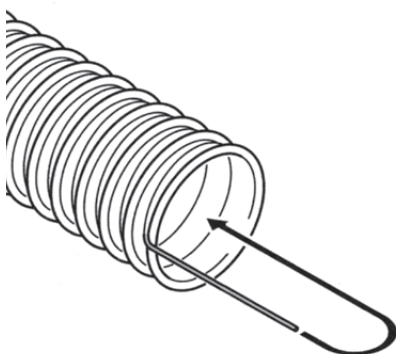

Fig. 13 Dénudage des torons de mise à la terre et pliage vers l'intérieur du tuyau
- ▶ Dénuder les torons de mise à la terre des extrémités de tous les tuyaux sur une longueur d'env. 5 cm et les courber vers l'intérieur du tuyau – Fig. 13.